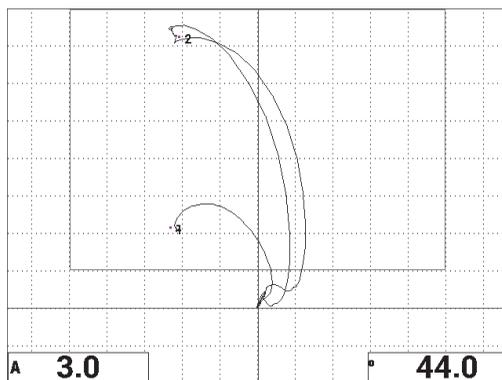

Figura 6-43 Segundo escaneo sobre las pérdidas de adherencia
13. Pulse la tecla **FULL NEXT** (➡) para visualizar la pantalla completa y, después, efectúe minuciosamente un escaneo sobre las pérdidas de adherencia para asegurarse de que los puntos correspondan con la señal. Ver la Figura 6-43 en la página 168.